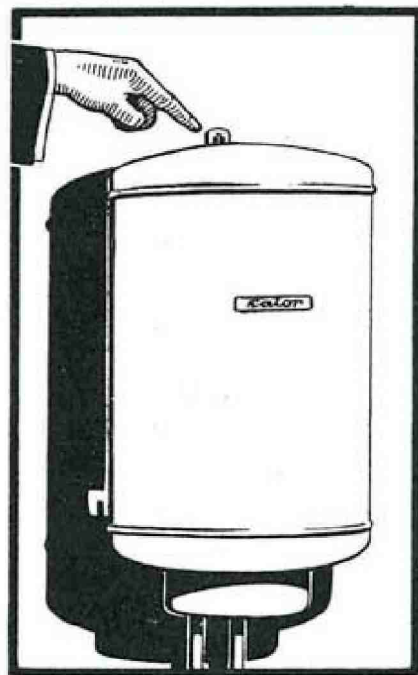

Fig. 2. Le chauffe-eau est fixé par 3 points celui à la partie supérieure donne la verticalité
**Enveloppe et calorifuge.** — Enveloppe en tôle d'acier doux. Trois pattes de fixation avec point unique à la partie supérieure pour faciliter la fixation, fig. 2. Capot de protection amovible maintenu par 3 vis. Peinture spéciale, antirouille à l'intérieur, laquage blanc pur à l'extérieur. Calorifuge constitué par du liège granulé et torréfié pour la meilleure conservation de la chaleur.